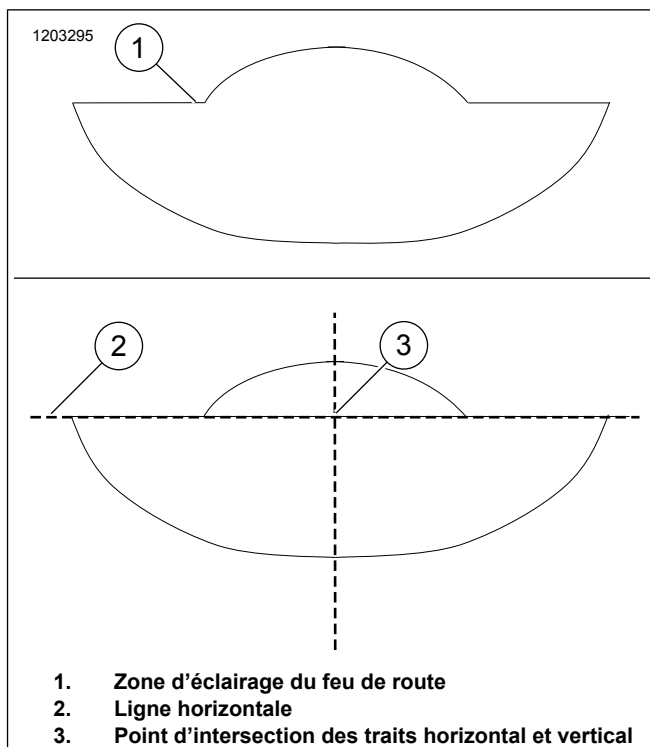

Figure 10. Alignement du faisceau du feu de route
- Voir la Figure 10. Une fois le véhicule chargé et redressé, pointez la roue avant bien droite en direction du mur.
- Allumez le **feu de route**. Alignez le centre du **feu de croisement** de manière à ce qu'il illumine de manière symétrique les côtés gauche et droit de la ligne verticale (3).